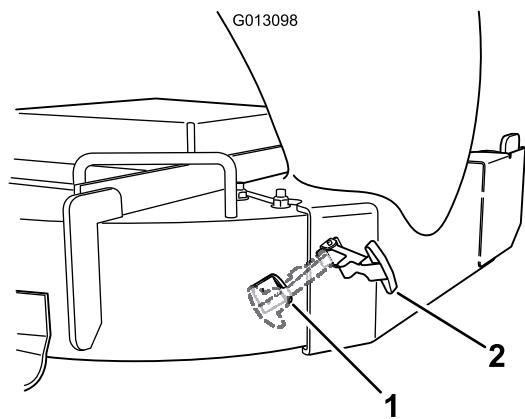

Figura 20
8. Agganciate il fermo flessibile del cammino di scarico al fermaglio saldato sulla parete laterale del piatto di taglio (Figura 20).